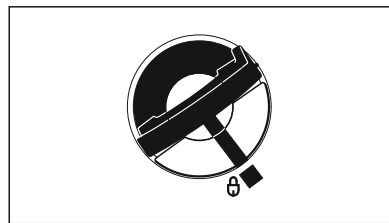

Рис. 46
- В этом случае маркировки на запорном устройстве бака и на топливном баке будут совпадать (рис. 46).